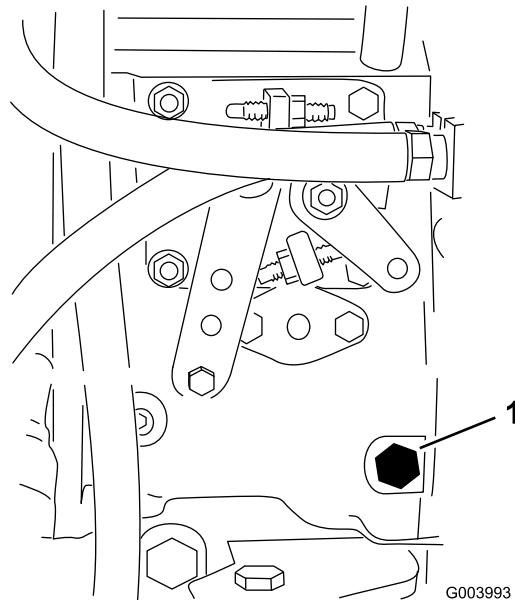

Figure 38
3. Desserrez la vis de purge sur la pompe d'injection (Figure 38) à l'aide d'une clé de 12 mm.